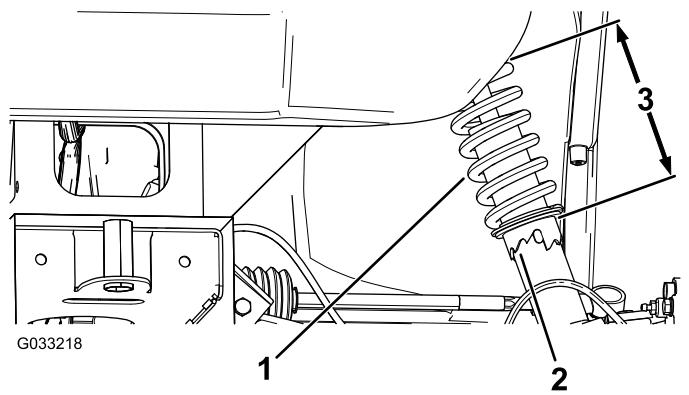

Рисунок 54
- Если развал не отрегулирован, используйте ключ, чтобы повернуть кольцо на амортизаторе для выравнивания колеса (Рисунок 54).